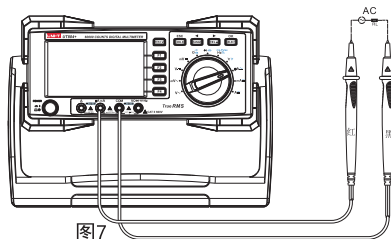

图7
- (1) 将红表笔插入" μA mA"或"A"插孔, 黑表笔插入"COM"插孔。
- (2) 将仪表的旋转开关转到 μA \sim 或 mA \sim 或 A \sim , 按SEECT键选择所需测量的交流, 如图7, 将仪表表笔串联待测回路中。